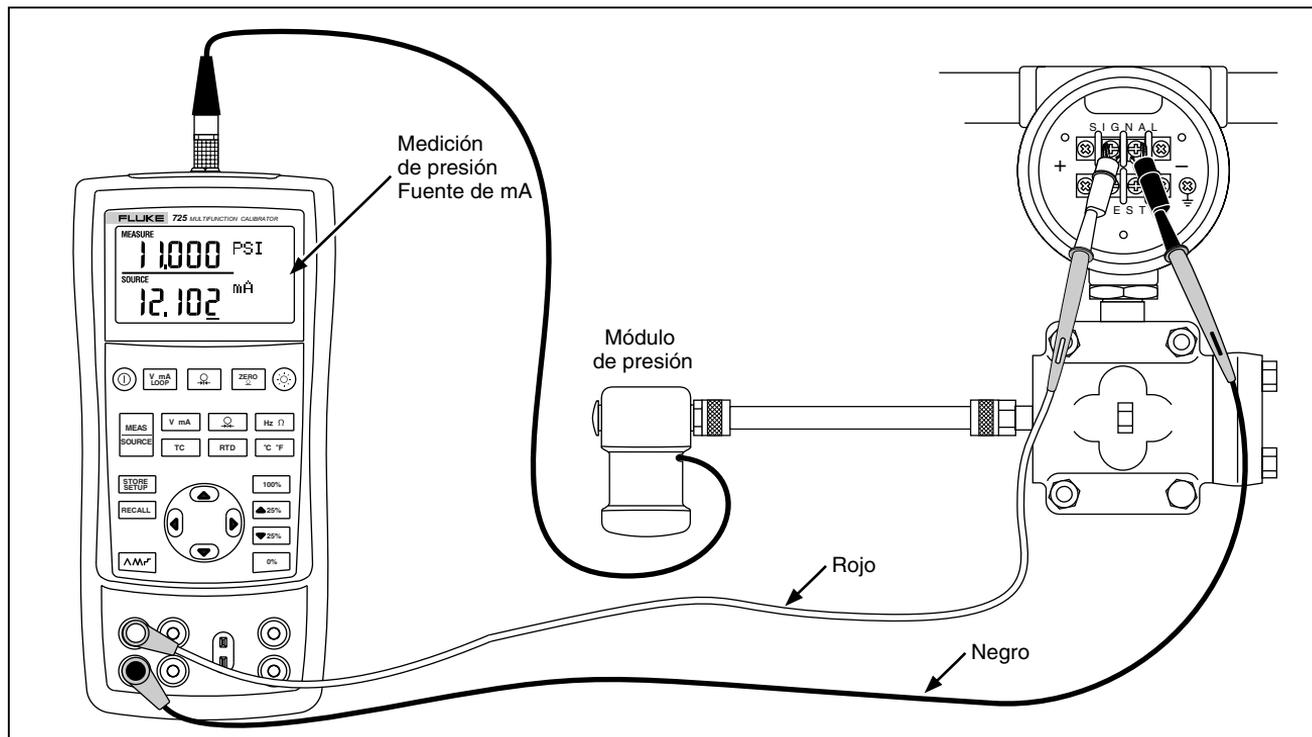

Figura 21. Calibración de un transmisor corriente a presión a corriente (I/P)
1. Conecte los conductores de prueba al instrumento a prueba tal como se muestra en la figura 21. Las conexiones simulan un transmisor corriente a presión y miden la salida de presión correspondiente.